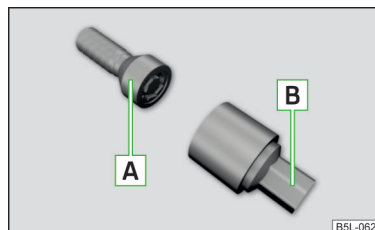

Fig. 239
Șuruburile de roată antifurt protejează roțile față de un furt. Acestea pot fi **slăbite/strânse** exclusiv cu adaptorul **B** » fig. 239.
- ▶ Introduceți cheia de roți pe șurub până la capăt. Pentru șuruburile de roată antifurt folosiți adaptorul corespunzător » fig. 239 la pagina 215.